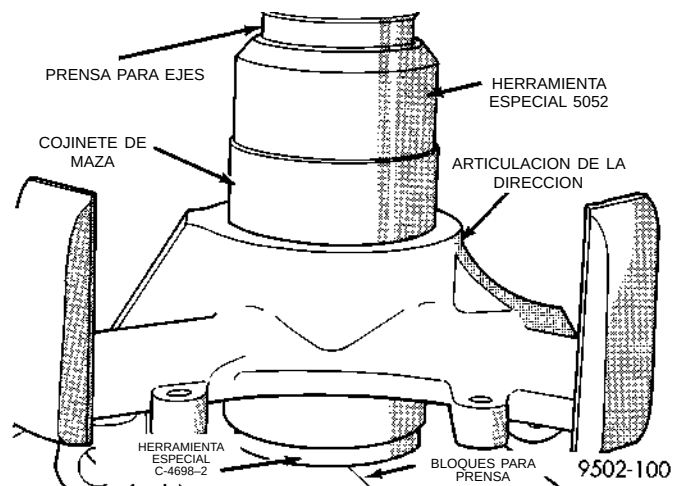

Fig. 49 Calce del cojinete de maza en la articulación de la dirección
(3) Aplique Adhesivo Loctite N° 640 o un equivalente al hueco de la articulación de la dirección. El adhesivo debe aplicarse a toda la superficie de las paredes del hueco, desde el reborde en la parte inferior hasta el área que está debajo de la acanaladura del anillo de muelle.
(4) Coloque el nuevo cojinete de maza en el hueco de la articulación de la dirección. Asegúrese de que quede perpendicular al mismo. Instale la articulación de la dirección en la prensa para ejes sosteniendo la articulación de la dirección con el Receptor, Herramienta especial C-4698-2 (Fig. 49). Coloque el Punzón, Herramienta especial 5052 (Fig. 49) en la guía externa del cojinete de maza. Coloque el cojinete de maza a presión en la articulación de la dirección hasta que calce por completo en el hueco del cojinete de la articulación de la dirección.